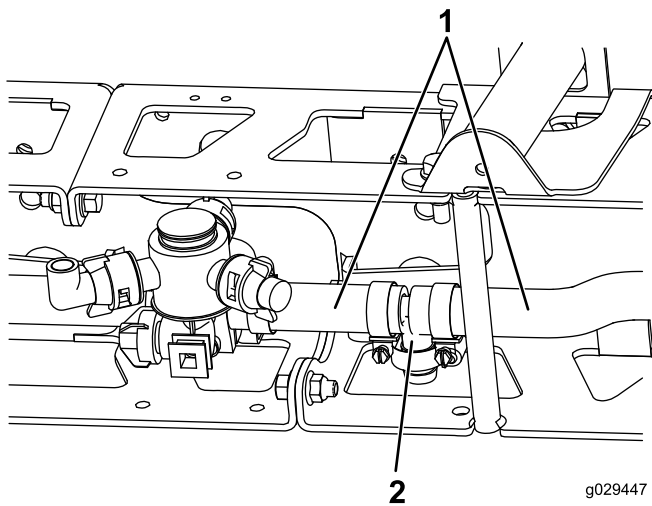

**図 6**
3. シリンダ取り付けプレートから油圧シリンダを外す 図 6。